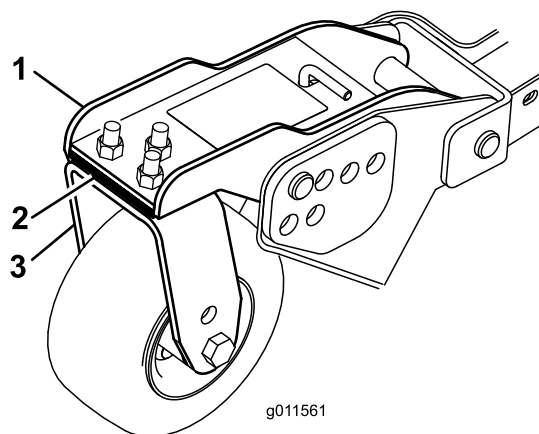

Figura 29
Gire la cuchilla de cada eje hasta que los extremos estén orientados hacia adelante y hacia atrás. Mida desde el suelo hasta la punta delantera del filo de corte. Ajuste los suplementos de 3 mm de las horquillas de las ruedas giratorias delanteras para que la altura de corte se corresponda con la marca de la pegatina (Figura 29). Para el eje de la cuchilla exterior solamente, consulte Ajuste de la inclinación de la unidad de corte.
3. Si el borde interior de la unidad de corte lateral está demasiado alto respecto al borde exterior de la unidad de corte delantera, retire un suplemento de 3 mm de la parte inferior del brazo interior delantero de la rueda giratoria en la unidad de corte lateral (Figura 29). Vuelva a comprobar la medida entre los bordes exteriores de ambas unidades de